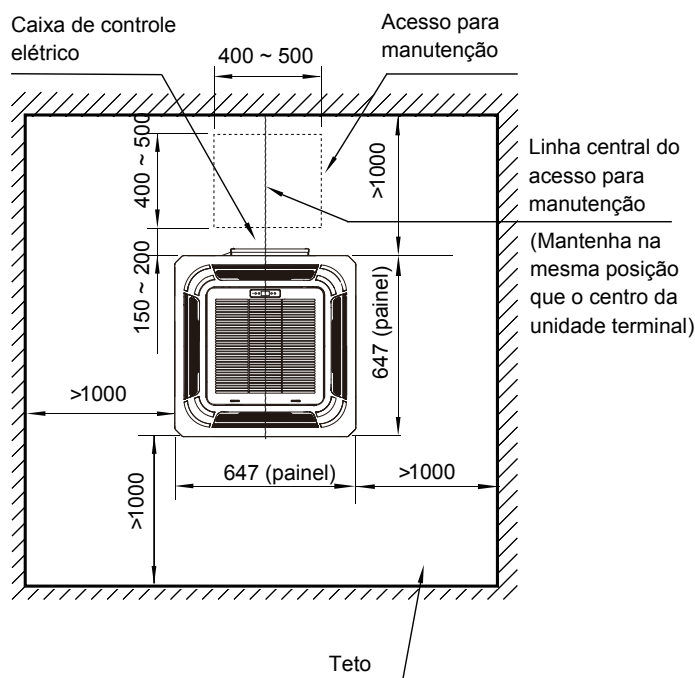
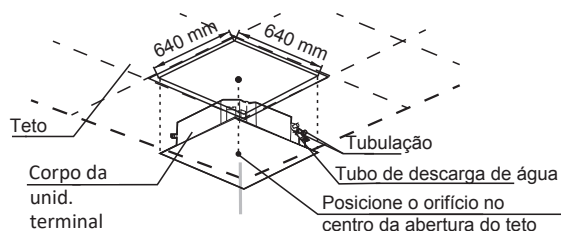

Figura 2.1
Figura 3.5
1. Faça furos quadrados de 640x640 mm no teto com base no layout do gabarito de instalação (acessório). Consulte a Figura 3.5. Consulte a Figura 2.1 quanto ao acesso para manutenção.